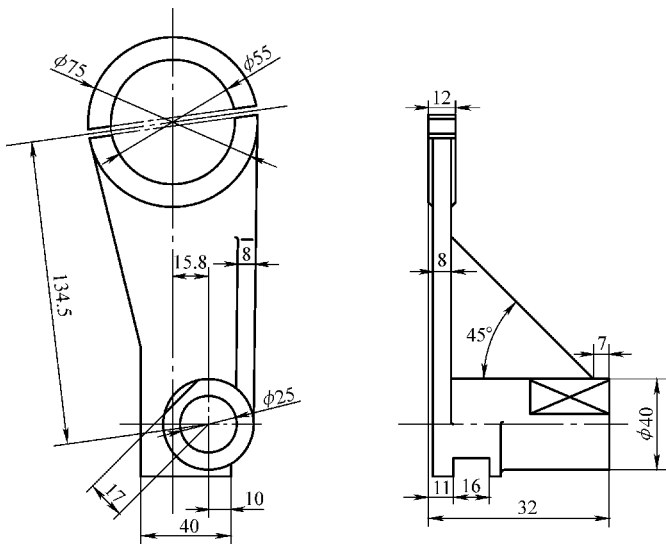

图 11-51 标注结果
8) 将名为【尺寸标注】的标注样式置为当前，分别执行功能区【注释】选项卡→【标注】面板中【线性标注】命令、【对齐标注】命令、【角度标注】命令和【直径标注】命令，依次标注图形中的各个尺寸，结果如图 11-51 所示。